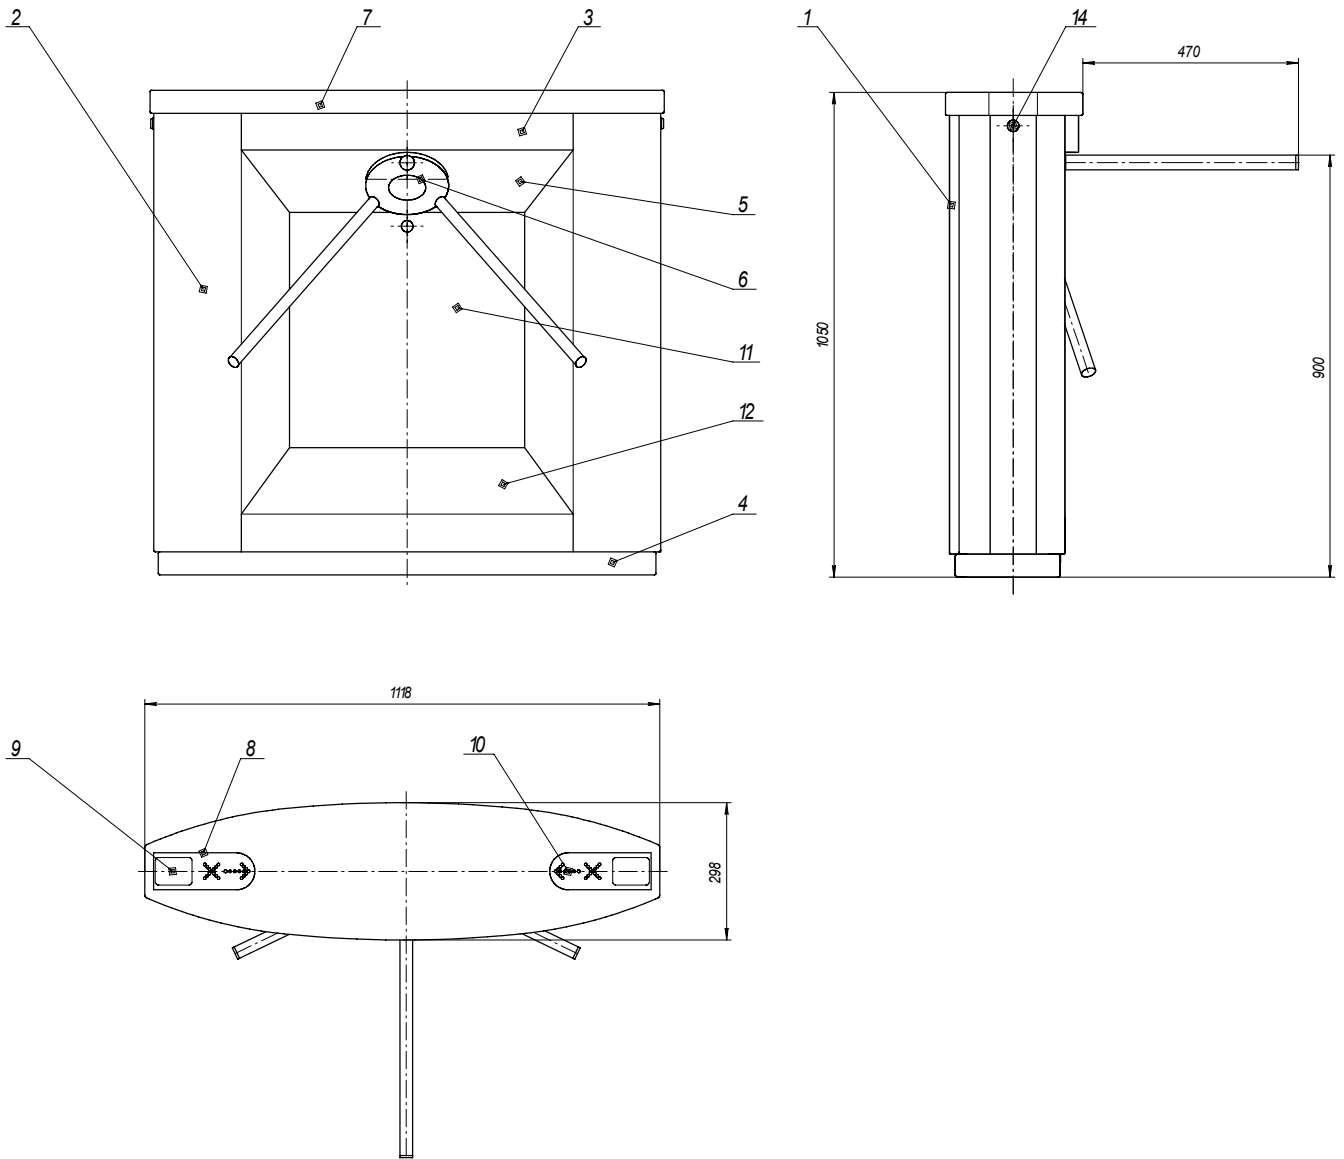

Рис.3
5.2 Турникет-тумба (см. рис.3) представляет собой сборный металлический корпус, состоящий из одной центральной 1, двух боковых 2 секций и переднего отсека 3, соединенных между собой и закрепленных на общем основании 4. К боковым секциям и переднему отсеку прикреплена наклонная опора привода 5, на которой установлен электропривод турникета с триподом 6. Сверху турникет закрывается крышкой 7, снабженной двумя радиопрозрачными вставками 8, выполненными из тонированного поликарбоната, под которыми на верхних фланцах боковых секций установлены считывающие устройства 9 и светодиодные знаковосинтезирующие индикаторы 10. Передняя дверца 11, так же, как и нижняя наклонная панель обшивки 12, выполнена съемной для обеспечения доступа к блоку управления 13 и местам крепления турникета к полу. При установке крышка турникета и передняя дверца запираются замками 14, а фиксация нижней наклонной панели обеспечивается винтами.